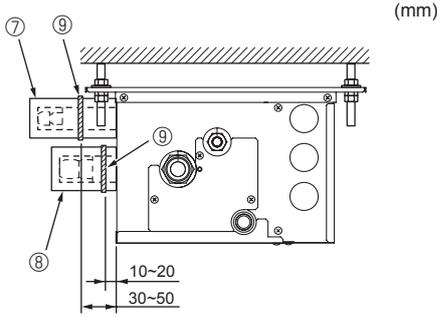

Fig. 7-4
► Şube kutusunun bir iç üniteye bağlanmayan kısımları için aşağıdaki prosedürü izleyin. (Fig. 7-4)
- (1) Soğutucu kaçaıklarını önlemek için geçme somunlarının Tablo 3'te belirtilen tork değerlerine* göre sıkıldığından emin olun.
- (2) Yoğuşmayı önlemek için boru kapaklarını ⑦ ⑧ takın ve verilen bantlarla ⑨ sabitleyin.